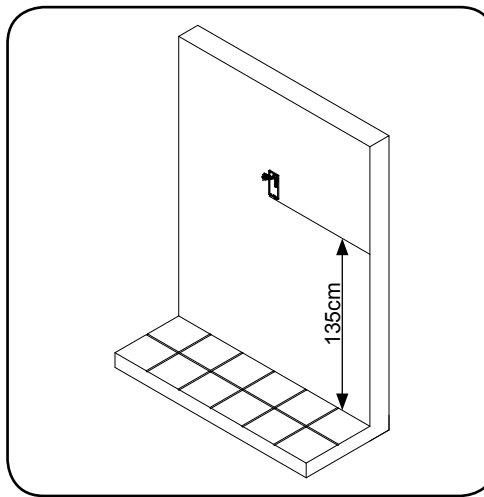
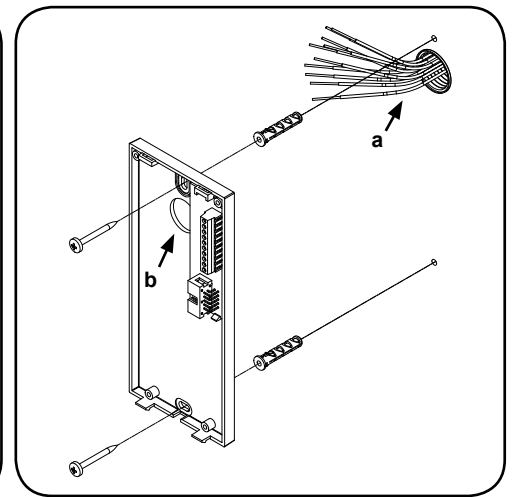

Fig.2
Fig.3
- Appoggiare la base del citofono alla parete tenendo una distanza di circa 135cm tra la parte bassa della base ed il pavimento (Fig.2) quindi prendere i riferimenti per i fori nella parete considerando che il gruppo di fili "a" deve passare attraverso l'apertura "b" (Fig.3).
- Place the back plate of the intercom against the wall at approximately 135cm (Fig 2) above finished floor level, then mark the fixing holes taking into account that the cable group "a" must feed into the opening "b" (Fig 3).
- As shown in figure 3, fix the back plate of the intercom to the wall feeding the cable group "a" through opening "b".